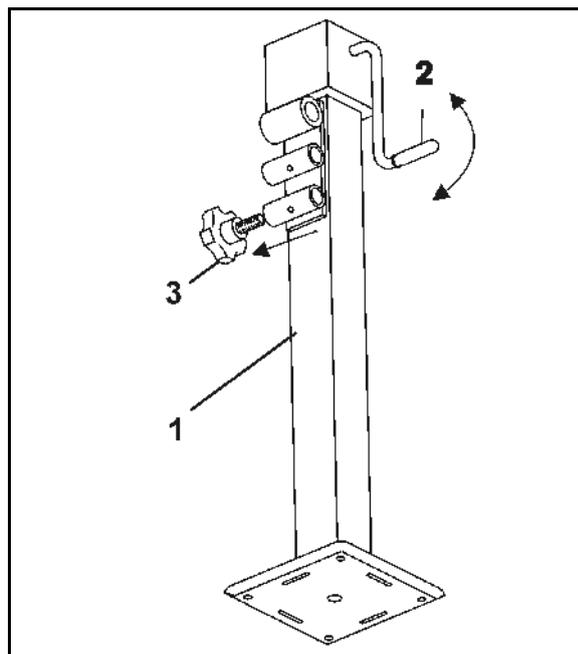

Fig. 28
- Pata de apoyo bajada con la máquina desacoplada. **Elevación del pie de apoyo (Fig. 28/1):**
1. Elevar el pie de apoyo con la manivela (Fig. 28/2).
2. Retirar el perno (Fig. 28/3).
Descenso del pie de apoyo (Fig. 28/1):
1. Retirar el perno (Fig. 28/3).
3. Bajar el pie de apoyo con la manivela (Fig. 28/2).